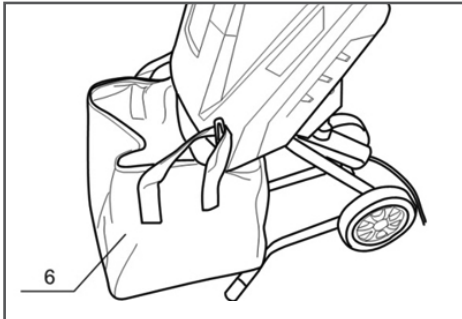

Рис. 4. Установка сумки для продуктов измельчения
- Установите измельчитель на ровной твердой поверхности. Возьмите сумку 6 для продуктов измельчения и наденьте ее на измельчитель, как показано на Рис. 4